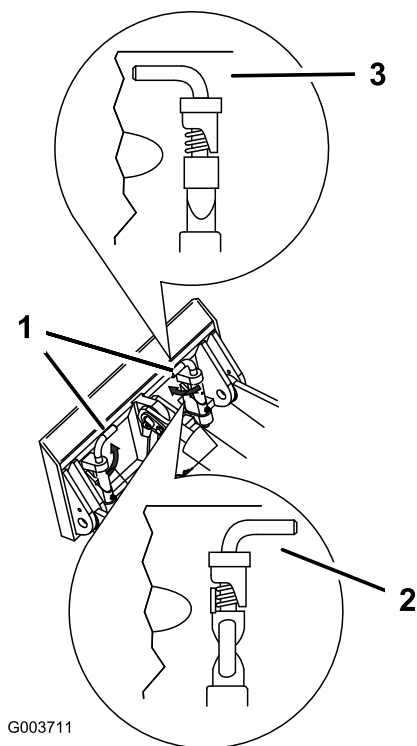

Figura 33
7. Acople los pasadores de enganche rápido, asegurándose de que están correctamente introducidos hasta el fondo en la placa de montaje (Figura 33).